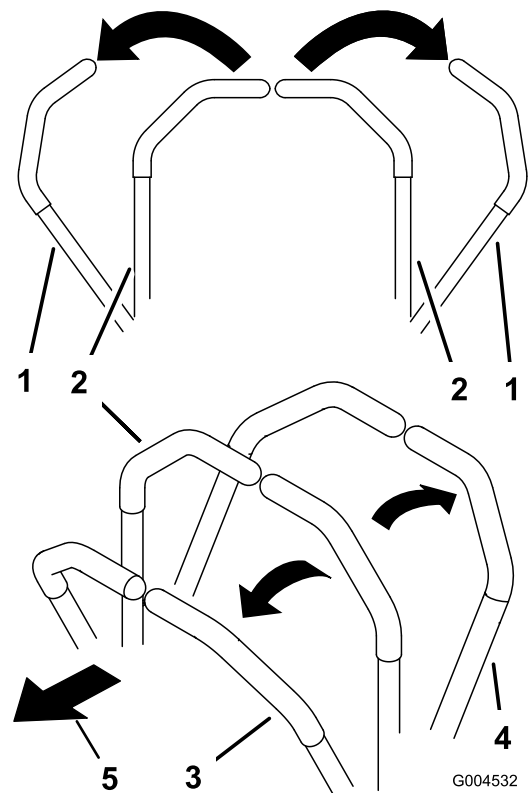

Figura 18
1. Mova as alavancas de controlo de movimento (Figura 18) para fora para a posição de BLOQUEADAS EM PONTO-MORTO.
3. Para andar para frente empurre as alavancas de controlo do movimento para a frente (Figura 18).
Para andar direito, aplique pressão igual em ambas as alavancas de controlo do movimento (Figura 18).
Para rodar, mova a alavanca de controlo de movimento para ponto-morto na direção para a qual quer virar (Figura 18).
2. Para andar para trás, puxe as alavancas de controlo do movimento para trás (Figura 18).
Para rodar, liberte a pressão da alavanca de controlo de movimento virada para a direção para a qual quer virar (Figura 18).